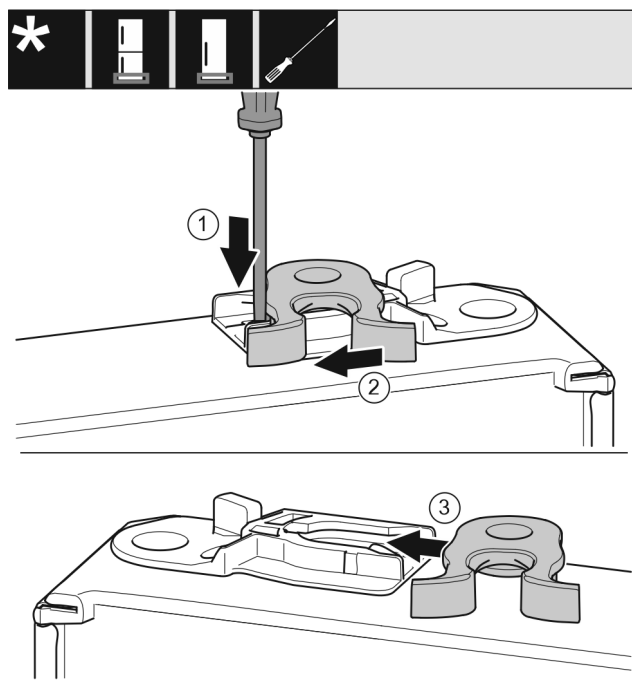

Fig. 19
- ▶ Pousser vers le bas la languette avec un tournevis plat. Fig. 19 (1)
- ▶ Tirer le crochet de fermeture en dehors du guide. Fig. 19 (2)
- ▶ Pousser le crochet de fermeture dans le guide de l'autre côté. Fig. 19 (3)